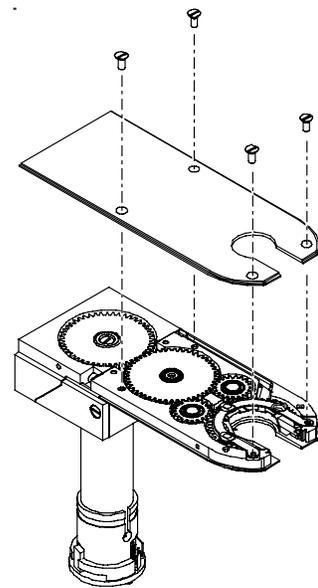

図47：サイド・カバー（ブラシ側）を取り外す
5. サイド・カバー（ブラシ側）を固定している4本のプラスチック製マイナス・ネジを取り外します。図47をご参照ください。